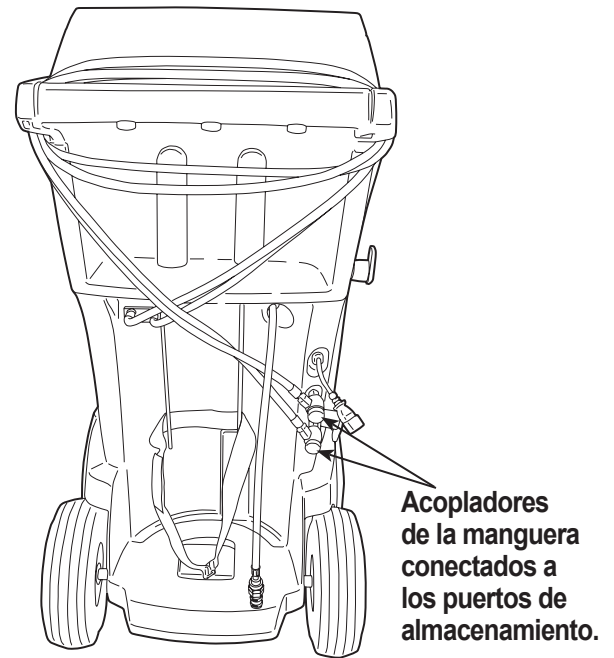

Figura 29
2. Arrolle las mangueras de servicio alrededor de la manija dos veces y conéctelas a los puertos de almacenamiento. Véase la Figura 29.